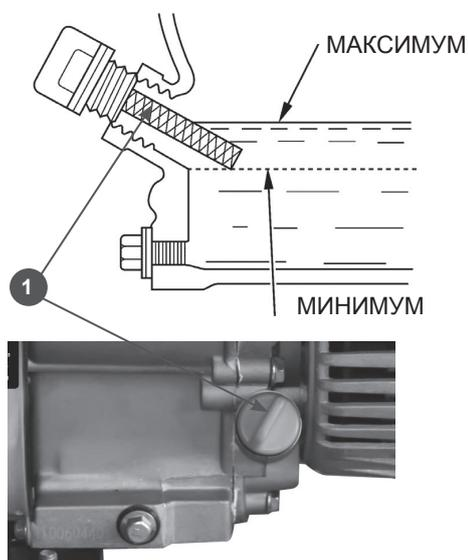

Рис.5
2. Снимите крышку/щуп маслозаливного отверстия (1) Рис.5